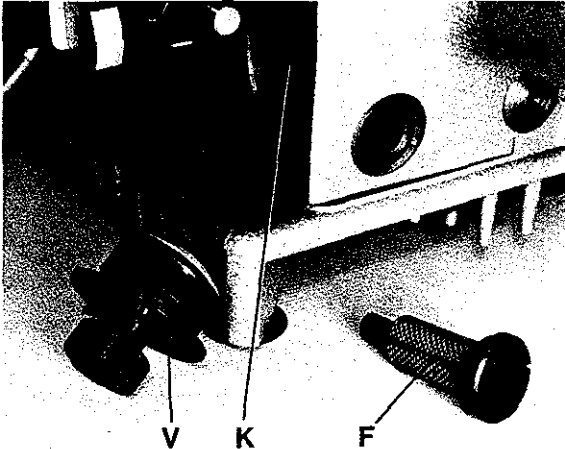

Fig.15
The oil filter (F, Fig. 15) has to be cleaned periodically in petroleum, according to its contamination. The oil filter can be removed by turning it counter-clockwise.
Chamber (K, Fig. 15) behind plug (V) has to be cleaned periodically, according to its contamination.
Der Ölfilter (F, Fig. 15) muß periodisch, je nach Verschmutzung in Petroleum gereinigt werden. Der Ölfilter kann durch Drehen im Uhrzeigersinn entfernt werden.
Die Kammer (K, Fig. 15) hinter dem Verschlussstopfen (V) muß periodisch, je nach Verschmutzung gereinigt werden.